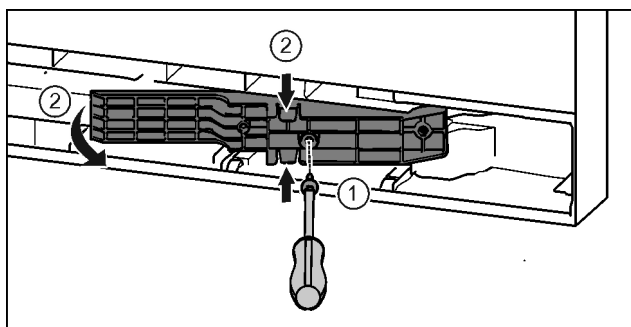

Fig. 22*
- ▶ Šroubovákem T15 uvolněte šrouby.* Fig. 22 (1)
- ▶ Vytáhněte adaptér.* Fig. 22 (2)